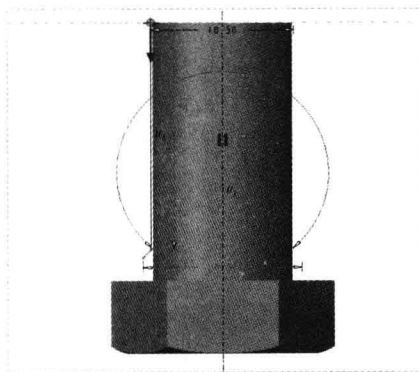

图 5-70 绘制截面 1
Step 04 接受系统默认的草绘视图方向和参考，单击“草绘”按钮，进入草绘环境，单击“草绘”选项卡中的相应按钮，绘制截面，如图 5-70 所示。